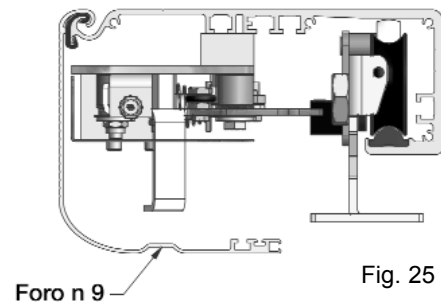

Fig. 25
- Deslizar la eléctrocerradura hasta llevar la varilla cerca del tope de referencia (distancia -2 mm) después apretar los tornillos (**Fig. 25**).
- Perforar la tapa del automatismo en correspondencia de la fijación de desbloqueo para permitir la eventual inserción de la llave en dotación (**Fig. 25**).